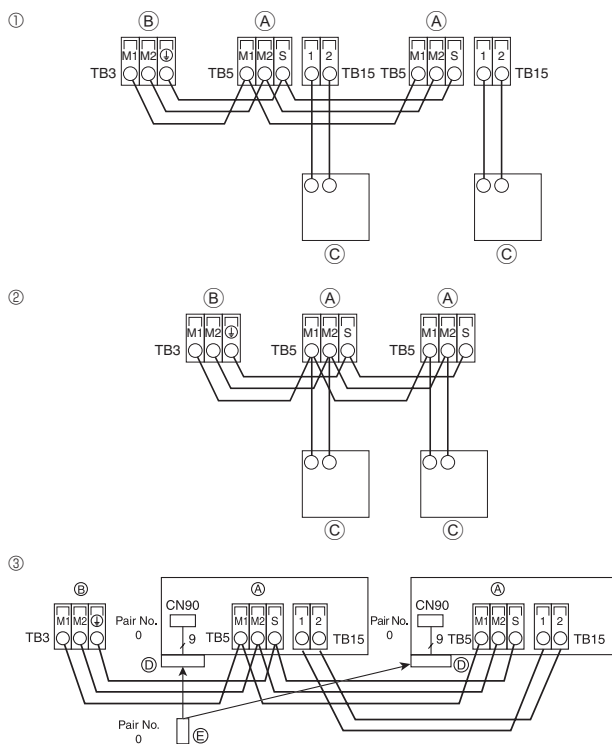
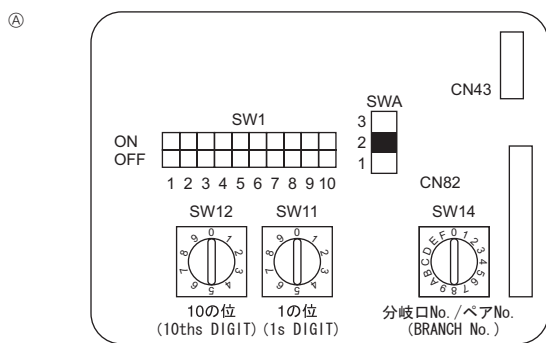

Fig. 6-3
Fig. 6-4
6.4. Collegamento del comando a distanza e dei cavi di trasmissione delle sezioni interne ed esterne (Fig. 6-3)
- ① Comando a distanza MA
- ② Comando a distanza in rete
- ③ Telecomando senza fili (se si installa il ricevitore del segnale wireless)
6.5. Impostazione degli indirizzi (Fig. 6-4)
- ① Impostazione degli indirizzi
- ② SW14 - Impostazione dei numeri di diramazione (solo serie R2)